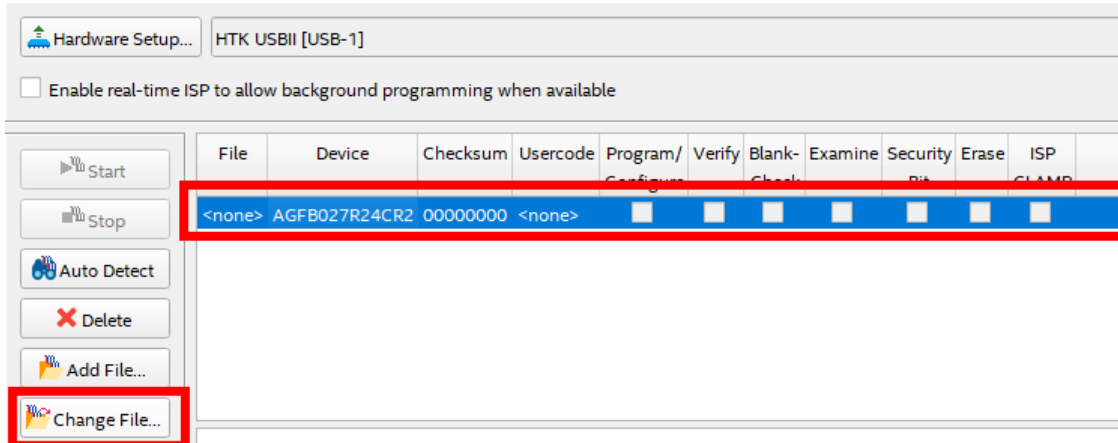

图 4-10. 文件更改
16. 选择“File”下的唯一一行，然后点击“Change File”。选择 `AG_eSOM_AFE77XX_RF_INTF_DEMO_Release_v3_3_2023-04-25\snapshots\hardware\fpga\agfb027_r24c_asyXX\ag_esom_top_afe77xx_jesd204c_4t4r2f_fpga_first_20230421_012455` 目录中提供的名为 `ag_esom_top_afe77xx_jesd204c_4t4r2f_fpga_first_hps_auto.sof` 的 FPGA 图像，其中“XX”应与 eSOM7 板上的“ASY-XX-00047”标签匹配。压缩的 .tar.gz 文件夹中有这些文件的额外副本。图 4-10 显示了如何导航至适当的功能。